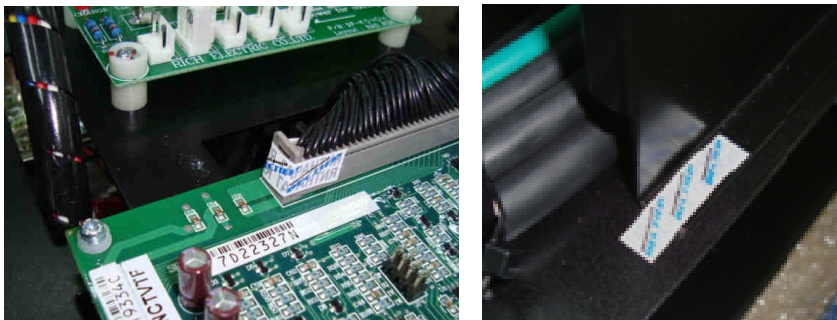

Рис. 8.4. Расположение гарантийных наклеек (ремонтных).
8.4.4. Наклеить ремонтные гарантийные наклейки в соответствии с рис. 8.4.